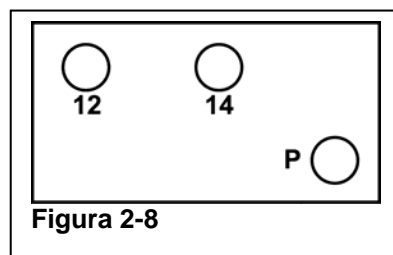

Figura 2-8
- Etapa 3. Limpe as superfícies de montagem com um pano úmido. Alinhe a saída de ar com a entrada da tampa da válvula e conecte o módulo de controle à tampa da válvula com os quatro (4) parafusos fornecidos. Aplique torque de 5 pés/lbs [6,8 nm].
- Etapa 4. Conecte uma mangueira no lado direito do encaixe (14) no coletor. Conecte a outra extremidade na porta "OUT" da direita do controle suspenso. (Consulte Figura 2-8)
- Etapa 5. Conecte a segunda mangueira no lado esquerdo do encaixe (12) no coletor. Conecte a outra extremidade na porta "OUT" do controle suspenso. (Consulte Figura 2-8)
- Etapa 6. Conecte a terceira mangueira no encaixe (P) da extremidade direita no coletor. Conecte a extremidade oposta à porta "IN" no controle suspenso. (Consulte Figura 2-8)